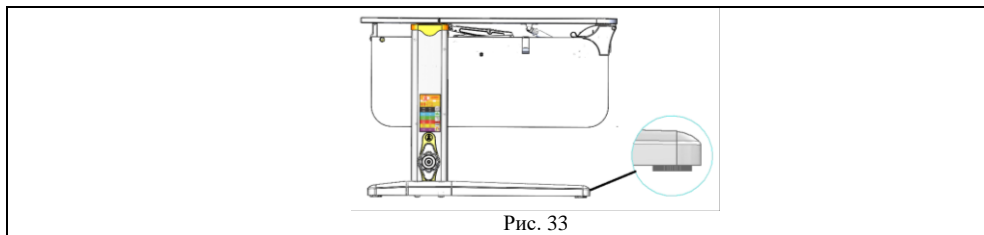

Рис. 33
6.1. Стол следует устанавливать на ровную горизонтальную поверхность, обеспечивающую опору всех ножек, при необходимости отрегулировать стол ножками (см. рис. 33) до горизонтального положения столешницы.